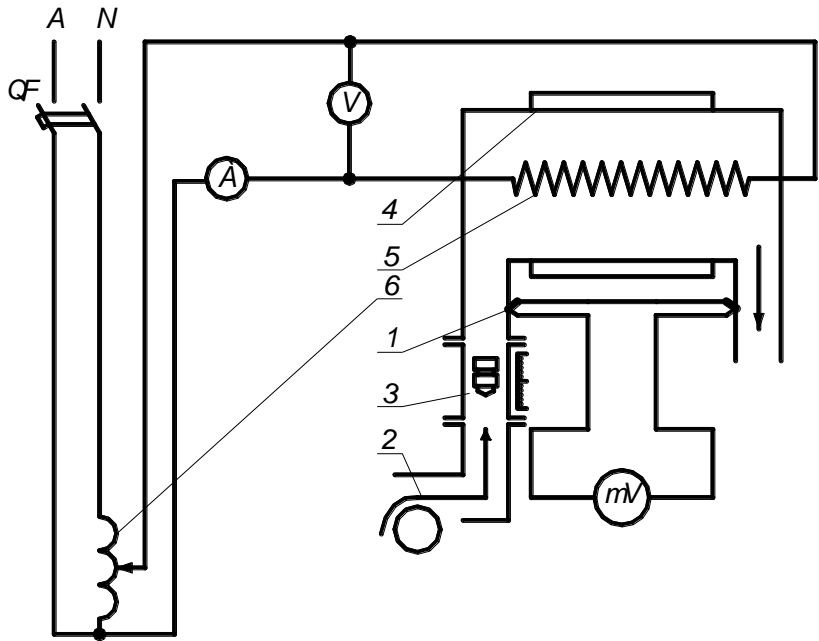

Рисунок 1 – Установка для определения средней теплоемкости воздуха
Основными элементом экспериментальной установки является проточный калориметр (рисунок 1). Он состоит из стеклянной трубки, в которой смонтирован электронагреватель
- 3 Рисунок 1 и таблицу 1.